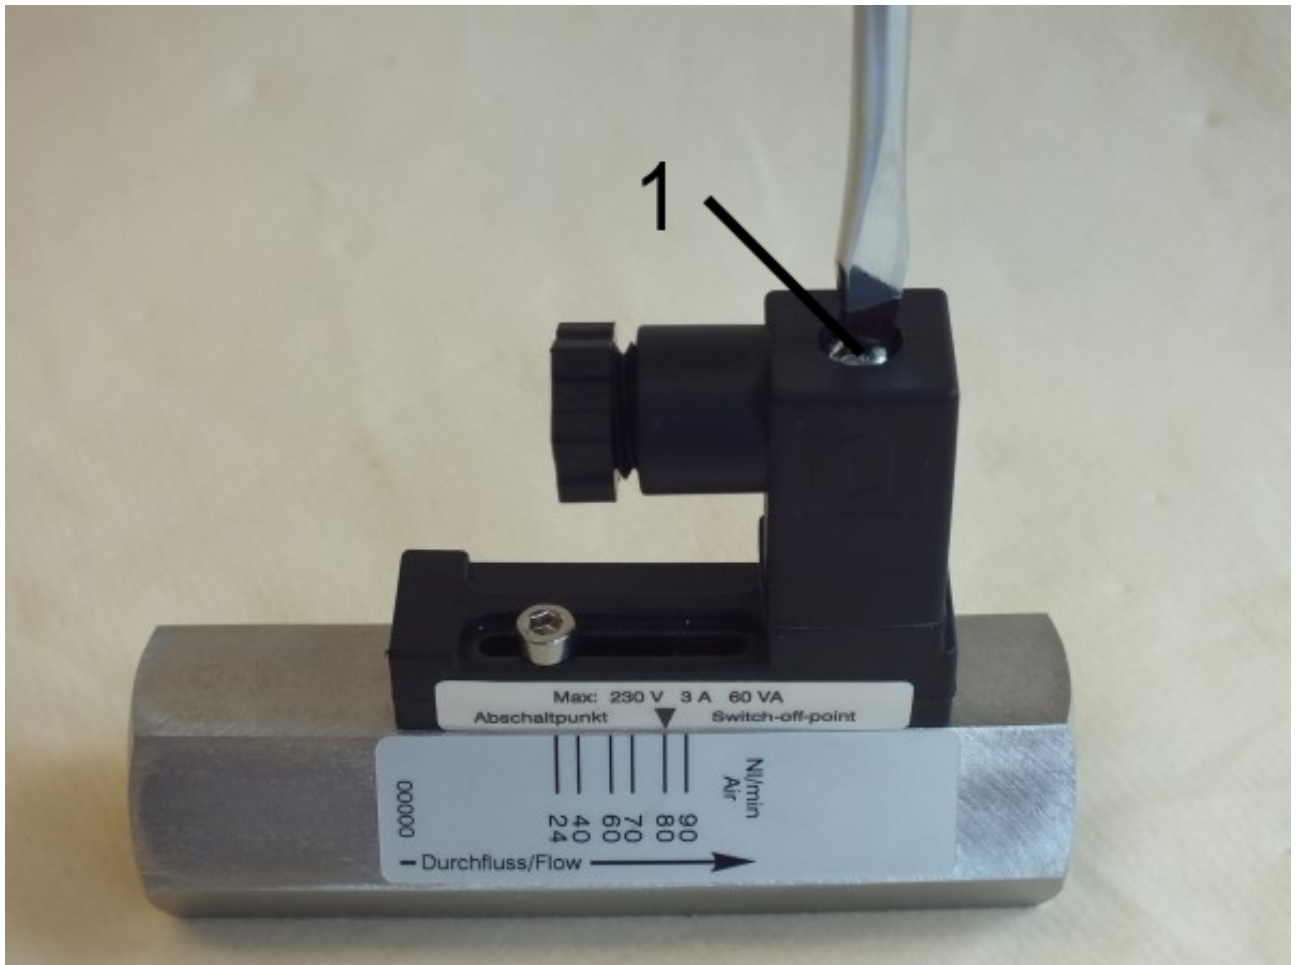

Abb. 21: Steckerdose lösen
1. ➤ Befestigungsschraube (Abb. 21/1) von der Steckerdose lösen
- 9.** ➤ Steckerdose auf Gerätestecker stecken und Befestigungsschraube (Abb. 21/1) anziehen